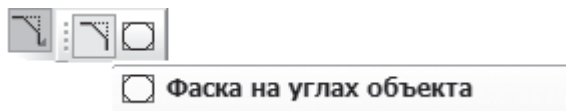
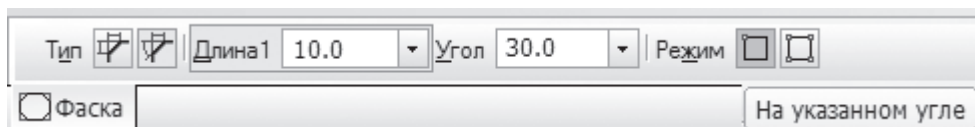

Рис. 40
Рис. 41
2. На левом верхнем углу прямоугольника построить фаску длиной 10 мм и углом  $30^\circ$ . После обращения к команде *Фаска на углах объекта* (рис. 40) задать размеры длины и угла на *Панели свойств* (рис. 41).